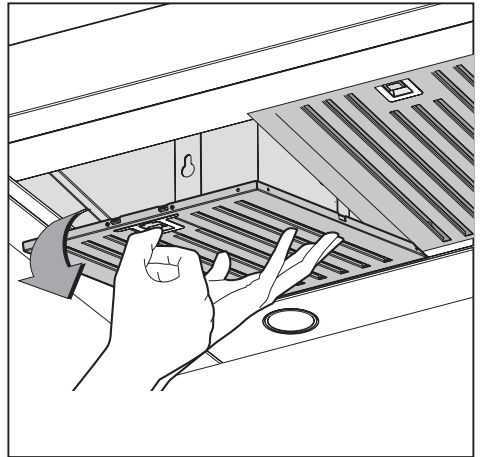

Fig.6
• La distanza minima fra la superficie di supporto dei recipienti di cottura sul dispositivo di cottura e la parte più bassa della cappa da cucina deve essere di almeno **65 cm** (Fig.11). Se dovesse essere usato un tubo di connessione composto di due o più parti, la parte superiore deve essere all'esterno di quella inferiore. Non collegare lo scarico della cappa ad un condotto in cui circoli aria calda o utilizzato per evacuare fumi degli apparecchi alimentati da un'energia diversa da quella elettrica. Prima di procedere alle operazioni di montaggio, per una più facile manovrabilità dell'apparecchio rimuovere i filtro/i antigrasso (Fig.6).